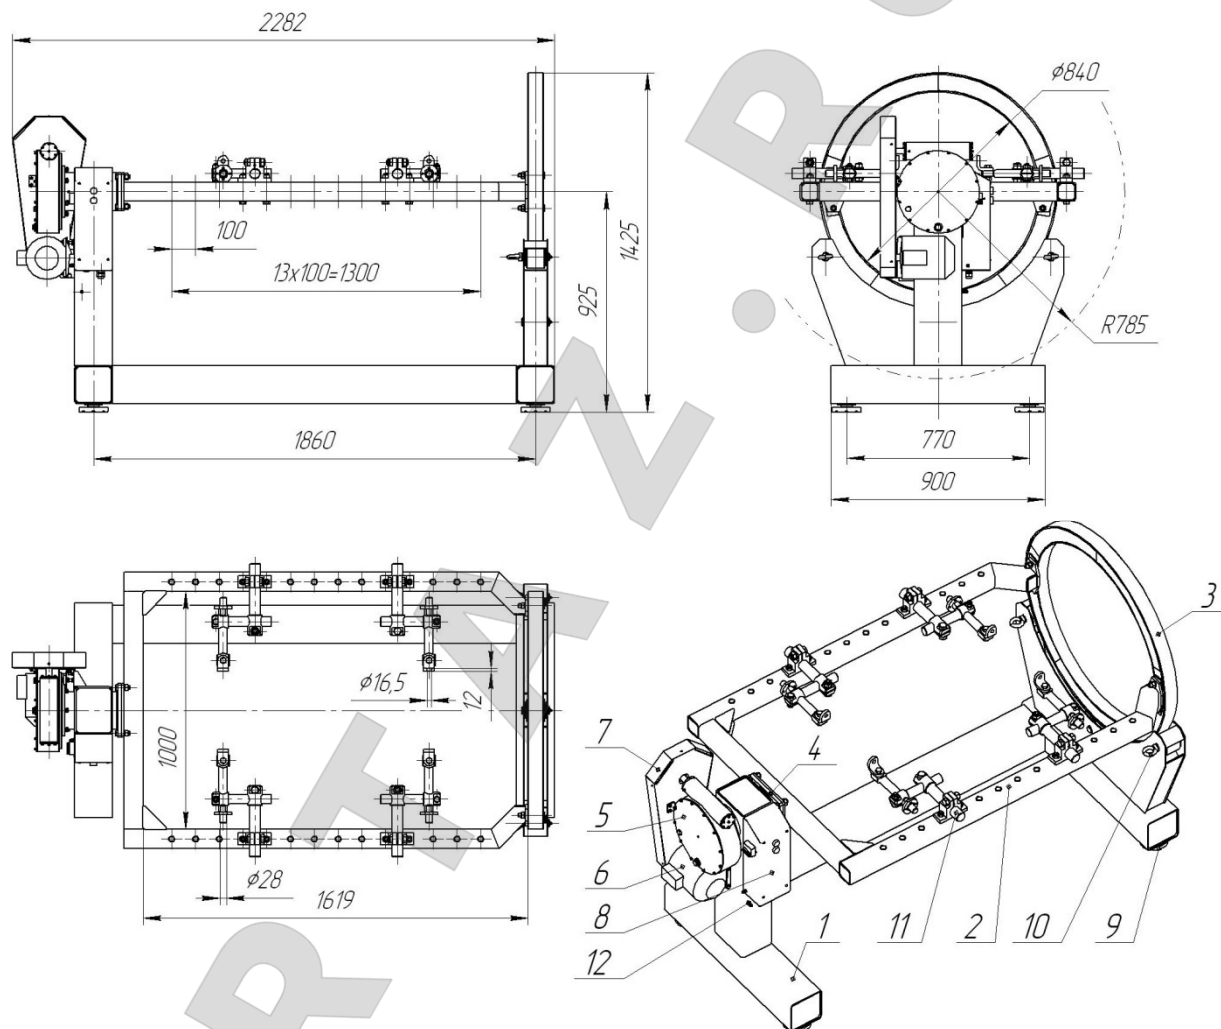

Рис. 1 Стенд Р770Е
4.1. Двигатель, установленный через адаптеры 11 (рис. 1) на траверсу 2, поворачивается вращением тихоходного вала червячного редуктора 5 в положение наиболее удобное для работы. Редуктор соединен с траверсой шпинделем 4. С противоположной стороны траверса жестко закреплена с опорным кольцом 3. Кольцо опирается на три ролика, закрепленных в раме 1. Вращение быстроходного вала червячного редуктора осуществляет электродвигателем 6 через клиноременную передачу.
5.2. Удалите со стенда рым-болты (поз. 10 рис. 1)